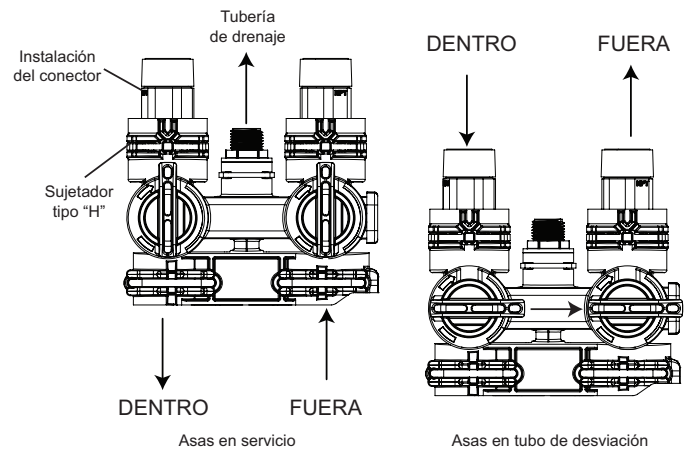

Figura 25 Operación de desviación
**⚠ WARNING:** Jamás conecte la tubería de drenaje directamente a un drenaje, una tubería de alcantarilla o una arqueta (Figura 25 Conexión de la tubería de drenaje). Siempre deje un espacio de aire entre la tubería de drenaje y el agua residual para evitar la posibilidad de que estas aguas residuales pasen al ablandador por efecto de sifón invertido.